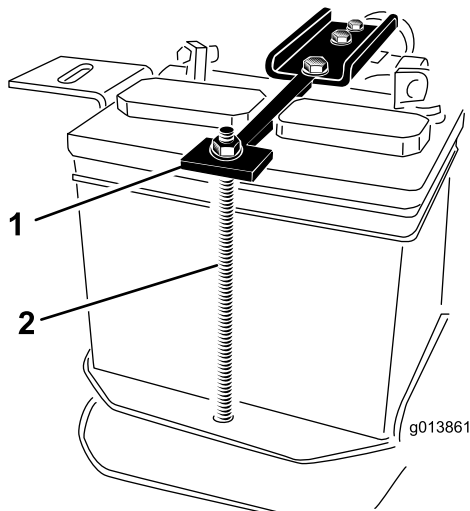

Figura 4
1. Perno de montaje (2)
4. Retire las 2 tuercas que sujetan las pletinas de sujeción de la batería y aparte las tuercas, las arandelas y el tubo del perno (Figura 4).